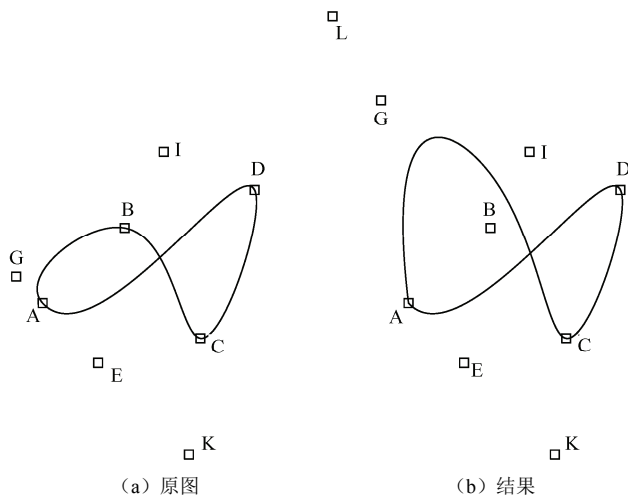

图 4-52 样条曲线编辑——移动顶点
(2) 接着上例 (1) 移动控制点 G 到新的位置, 如图 4-52 (b) 所示。